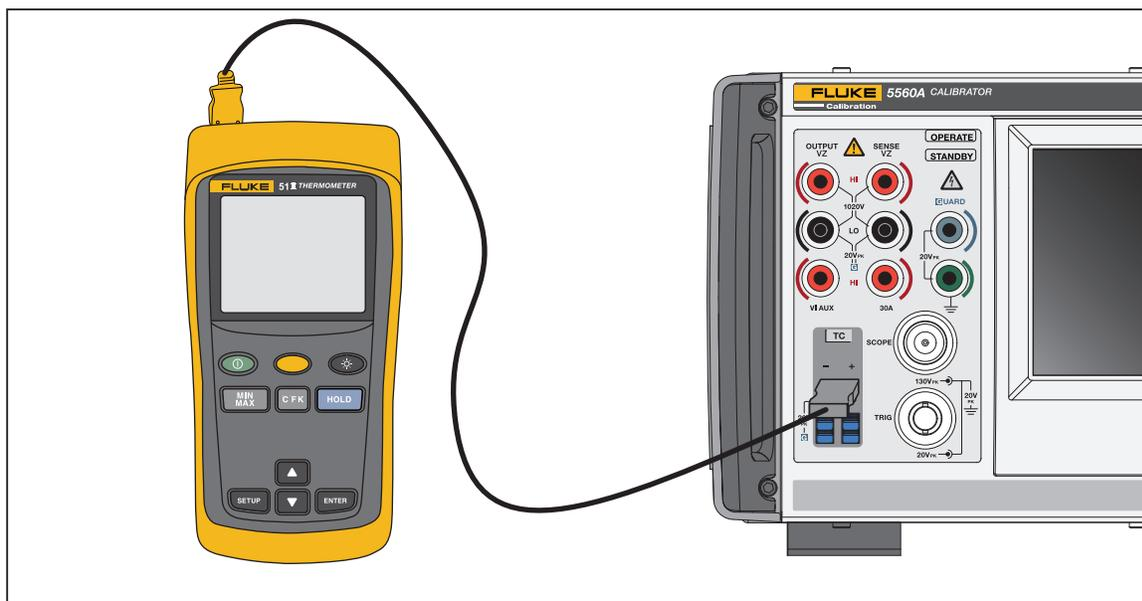

Figura 14. Conexões de cabo para testar um termômetro da Série 50
1. Conecte o Termômetro Fluke 51 ao Calibrador usando o cabo de conexão apropriado (Figura 14). O cabo de conexão e o material do miniconector devem corresponder ao tipo de termopar. Por exemplo, se estiver testando um termopar K, o cabo e o miniconector serão para um termopar tipo K.
Para a Figura 14, a fiação de conexão deve corresponder ao tipo de termopar (por exemplo, K, J).
2. Certifique-se de que o Calibrador esteja em espera e conecte o DUT ao Calibrador conforme mostrado na Figura 14. Ao fazer esta conexão com o estojo superior do DUT removido, certifique-se de que a lâmina larga do termopar esteja orientada da mesma forma que o estojo superior normalmente permitiria.